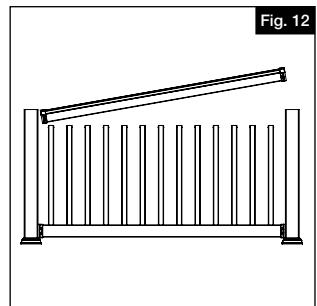

Fig. 12
- Empiece en un lado del travesaño y alinee el primer barrote con el primer orificio ranurado en la parte inferior del travesaño superior y encájelo en su lugar (Fig. 12).
- Asegúrese de que los travesaños estén completamente asentados con los barrotes y nivelados y centrados en la funda del poste. Con una broca de $\frac{1}{8}$ ", taladre el primer agujero para tornillo del soporte superior (Fig. 12). Taladre a través del agujero del soporte, la funda del poste de vinilo y el inserto de vinilo e instale sin apretar el primer tornillo #10 de $1\frac{1}{2}$ ".